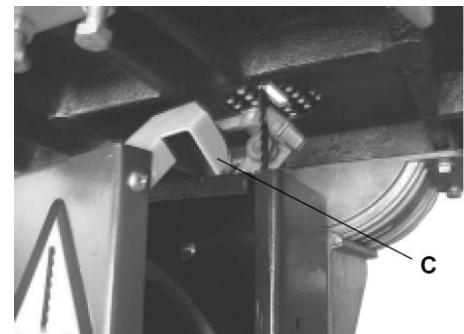

Рис.15
- Якщо відкрити дверцята нижнього шківу пилки, то нижній кожух полотна (С) Рис. 15 опуститься уніз.